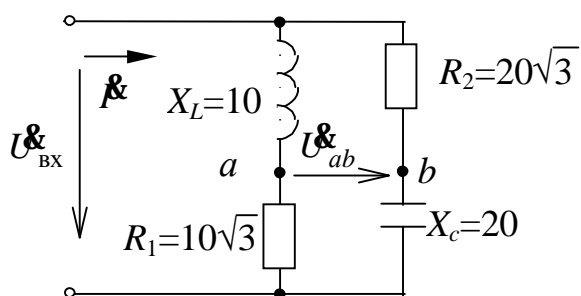

Рис. 5.4
**Задача 5.3.** Определить потребляемый цепью (рис.5.4) ток  $\underline{I}$  и напряжение  $\underline{U}_{ab}$ , если известны параметры элементов цепи в Ом и